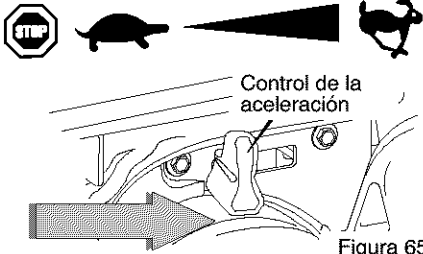

Figura 65
- Mueva el control de aceleración a la posición RAPIDO). Opere el motor con el control de aceleración en la posición "RÁPIDO" (vea la Figura 65).